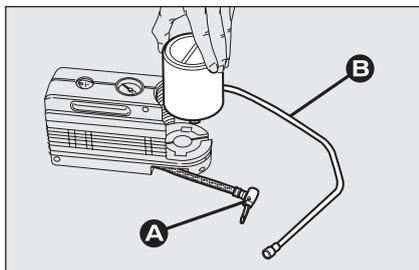

fig. 9
- débrancher le crabitto A-fig. 9 ;